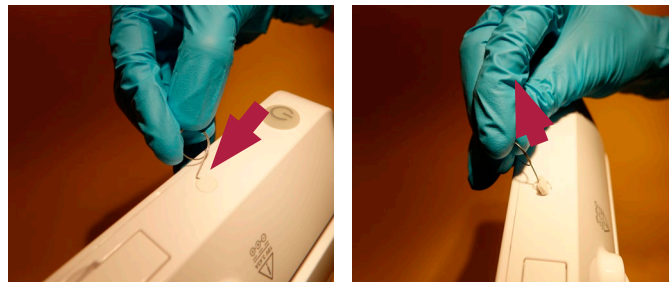

Abbildung 5 Entfernen der Schraubenabdeckung
- d) **Entfernen Sie die runden Schraubenabdeckungen auf jeder Seite der Visualisierungseinheit (Abbildung 5)**